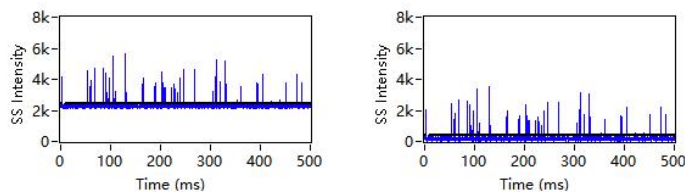

图 2-22 散射脉冲信号图 (未扣背景 (左) 和扣背景 (右))
- 2) **背景基线调整** (可选, 仅在背景值较高时使用), 在对应检测通道的背景基线扣除方框内输入数值即可, 例如 SS Sub 2000, 背景基线的变化, 如图 2-22 所示。